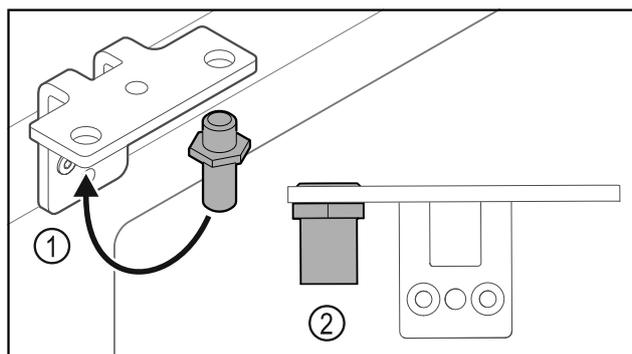

Fig. 31
- ▶ 调换合页角铁中的螺栓 Fig. 31 (1)。
- ▶ 用 12 Nm 的扭矩拧紧螺栓 Fig. 31 (2)。